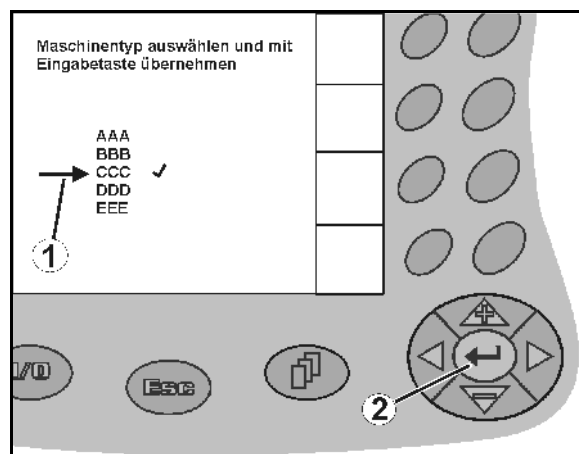

Fig. 14
- Positionnez la flèche de sélection (Fig. 14/1) avec  et .
-  Valider la sélection (Fig. 14/2).